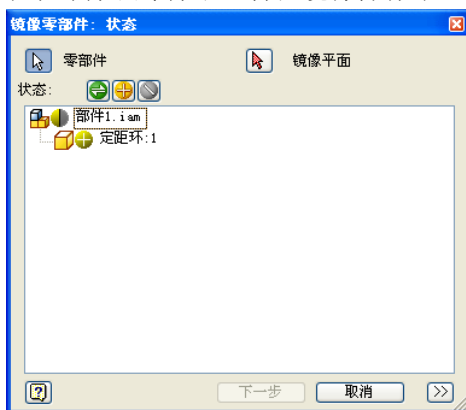

图 4-6 创建重复使用的新引用
-  表示在当前或新部件文件中创建重复使用的新引用，引用将围绕最靠近镜像平面的轴旋转并相对于镜像平面放置在相对的位置，如图 4-6 所示。